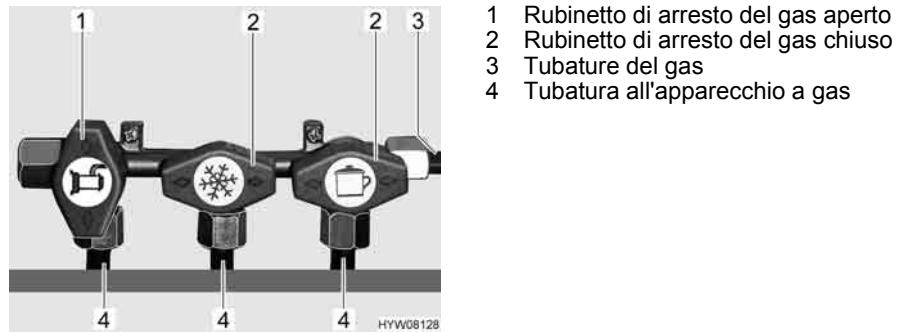

Fig. 56 Posizione dei rubinetti di arresto del gas (esempio)
- Apertura:** ■ Posizionare il rubinetto di arresto del gas dell'apparecchio a gas corrispondente parallelamente (Fig. 56,1) alla tubatura (Fig. 56,4) che alimenta l'apparecchio a gas.
- Chiusura:** ■ Posizionare il rubinetto di arresto del gas dell'apparecchio a gas corrispondente trasversalmente (Fig. 56,2) alla tubatura (Fig. 56,4) che alimenta l'apparecchio a gas.